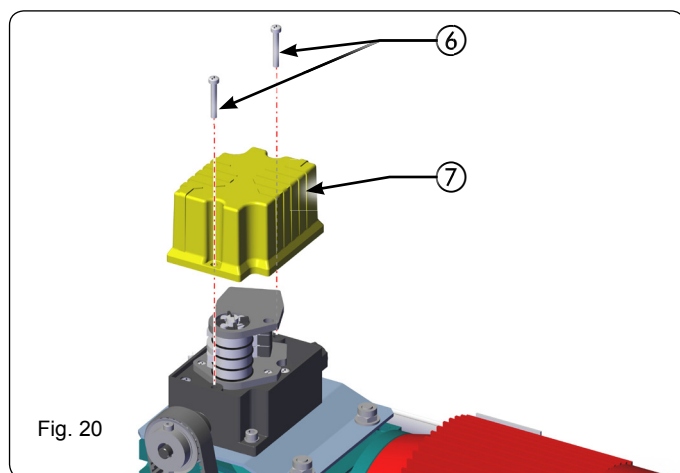

Fig. 20
2. Svitare le viti e smontare il coperchio del gruppo finecorsa (Fig. 20 rif. ⑥ ⑦).